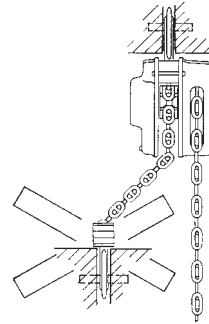

Fig. 3
- Evitare tiri inclinati o laterali (Fig. 3);